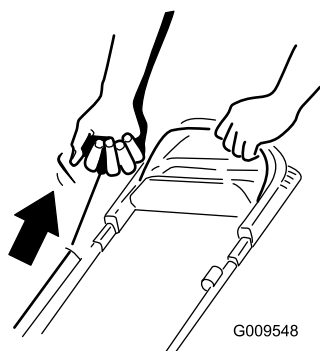

Figura 18
2. Tirate l'avvitatore autoavvolgente (Figura 18).
Nota: Quando utilizzate l'avvitatore autoavvolgente, tiratelo leggermente fino ad avvertire una certa resistenza, poi date uno strappo (Figura 18). Lasciate che il cordino si riavvolga nell'avvitatore lentamente.